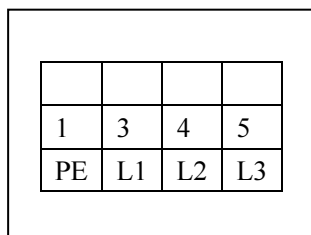

Рис. 21
- Открыть переднюю крышку пульта - Схема соединения 400 В AC: четыре провода (сечением 2,5мм2), три фазовых провода, один – заземление. Подсоединяются к клеммам L1,L2,L3, провод заземления подсоединяется к клемме со знаком PE в первую очередь. Затем к болтам заземления платформ, находящихся на напольном основании (рис. 21).